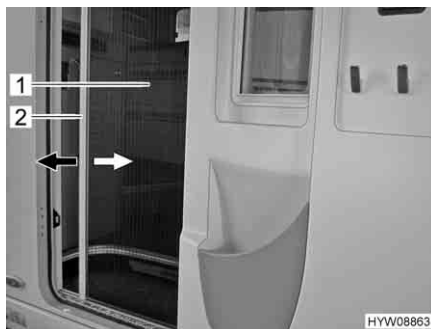

Fig. 19 Protezione contro gli insetti (porta di ingresso)
- Afferrare la barra di presa (Fig. 19,2) con entrambe le mani ed estrarre con movimento uniforme la protezione contro gli insetti (Fig. 19,1) dall'alloggiamento della porta.
- Afferrare la barra di presa (Fig. 19,2) con entrambe le mani e spingere la protezione contro gli insetti (Fig. 19,1) nell'alloggiamento della porta esercitando una leggera pressione.